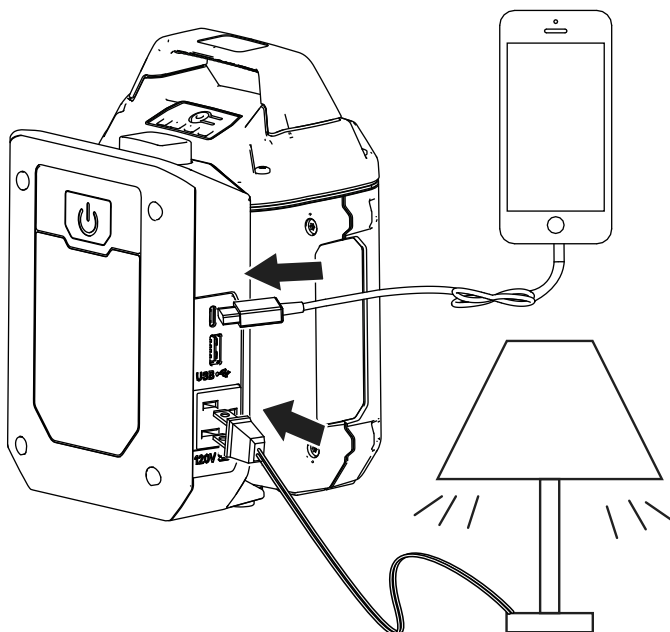

Figure 5
3. Branchez votre appareil à un port USB ou à la prise CA (Figure 5).